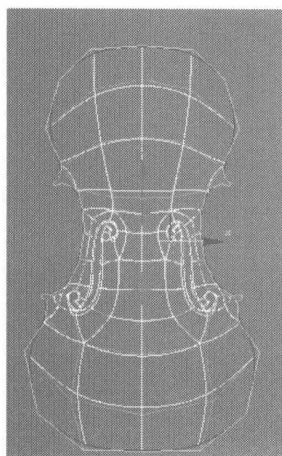
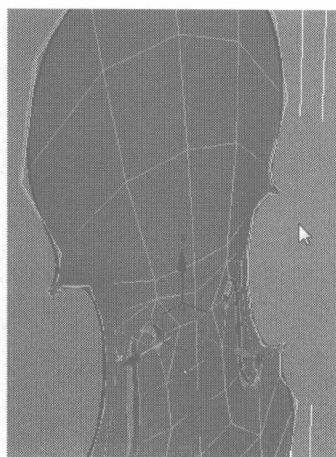

图 5.150
图 5.151
- 22** 选择如图 5.150 所示的曲线，按住 Shift 键向外拖动，复制出边沿，如图 5.151 所示。单击 **Extrude**  右边的小按钮，在弹出的对话框中设置如图 5.152 所示参数，模型如图 5.153 所示。